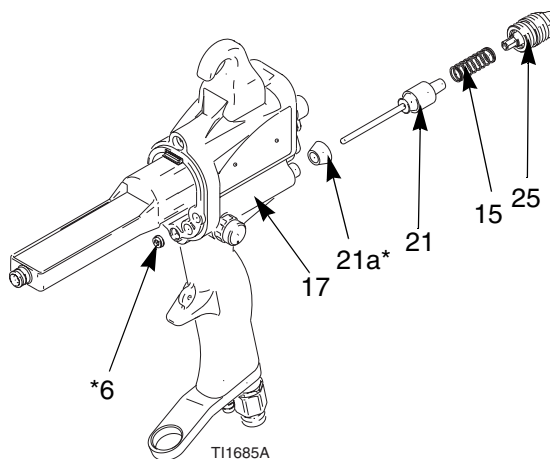

Abb. 33. Luftventil
3. Materialeinstellventil (25) aus dem Griff (17) ausbauen. Die Feder (15) entfernen. Siehe ABB. 33.